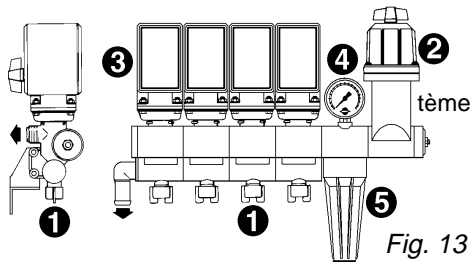
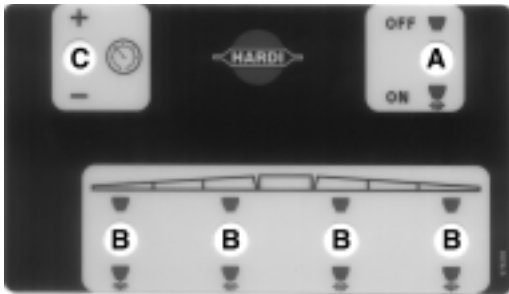

Fig. 13
Fig. 14
3. L'interrupteur en marche/arrêt (**A**) (Fig. 14) est à la position «EN MARCHÉ» à l'opposé du symbole vert.
4. Les interrupteurs des soupapes de section (**B**) (Fig. 14) sont également à la position «EN MARCHÉ» à l'opposé du symbole vert.
5. Appuyez sur l'interrupteur de réglage de pression (**C-**) (Fig. 14) jusqu'au moment où la poignée (**2**) (Fig. 13) cesse la rotation; Ceci sera le réglage de «pression minimum».
6. Appuyez sur l'interrupteur de réglage de pression (**C+**) (Fig. 14) jusqu'au moment où la pression désirée est atteinte à la jauge de pression (**4**) (Fig. 13).
1. Coupez le contact de la soupape de distribution **(B)** (Fig. 14) de la première section de la rampe.
2. Tournez la vis de réglage **(1)** (Fig. 13) jusqu'au moment où la jauge de pression de l'unité de contrôle **(4)** (Fig. 13) indique de nouveau la même pression, telle que réglée à l'étape 6 ci-dessus. (Tournez la vis dans le sens des aiguilles d'une montre pour une pression plus élevée, dans le sens contraire pour une pression moins élevée.)
3. Mettez le contact de l'interrupteur de la soupape de la première section **(B)** (Fig. 14).
5. Utilisation de l'unité de contrôle en marche: Pour arrêter le débit de la rampe tout entière, placez l'interrupteur en marche/arrêt **(A)** (Fig. 14) à la position <<ARRÊT>>. Ceci causera le retour des débits de pompe au réservoir, à l'aide du système de retour. Les soupapes à diaphragme anti-écoulement assurent la fermeture instantanée de toutes les buses.
Pour couper le débit à une ou plus des sections de la rampe, placez une ou plus des soupapes de sections **(B)** (Fig. 14) de la rampe non requise à la position d'arrêt. Le dispositif de pression constante assure que la pression n'augmente pas aux sections demeurant en marche.